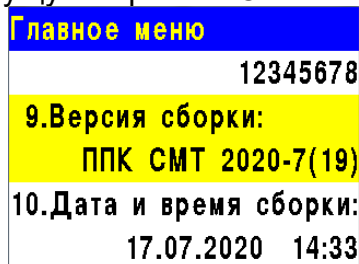

Рисунок 3 - Главное меню ППК
- выбрать пункт **9.Версия сборки** (рисунок 3);